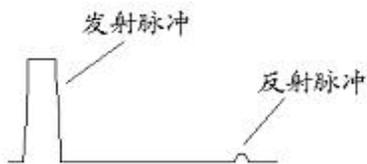
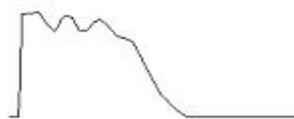

图 3 调节过小波形图
图 4 调节过大波形图
7、增益调节：用于调节输入、输出脉冲幅度大小，使用时应根据屏幕显示波形进行调节。调节过小时，脉冲反射很小，甚至无法采样，如图 3。调节过大时，反射脉冲相连与基线无交点甚至基线会变成斜线，如图 4。一般采样前，增益调节旋钮旋转 1/3 左右，然后根据波形大小再进行调节，重新采样。